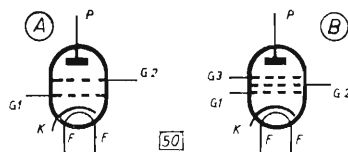

Fig. 50
- Il tetrodo con una griglia ausiliaria chiamata griglia schermo (fig. 50 A).
- Il pentodo con due griglie ausiliarie chiamate griglia schermo e soppressore (fig. 50 B).